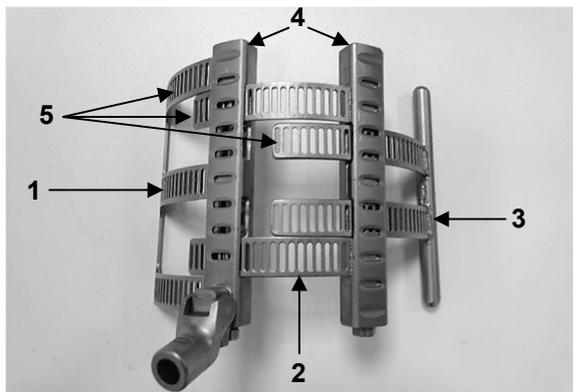

Abb. 13a: MMZ-7
Abbildung 13a zeigt das Vorhofblatt, welches sich aus drei unterschiedlich großen Elementen zusammensetzt. Es besteht aus einem Basiselement (1), einem primären Element (2) und einem sekundären Element (3) (Abb. 13b).